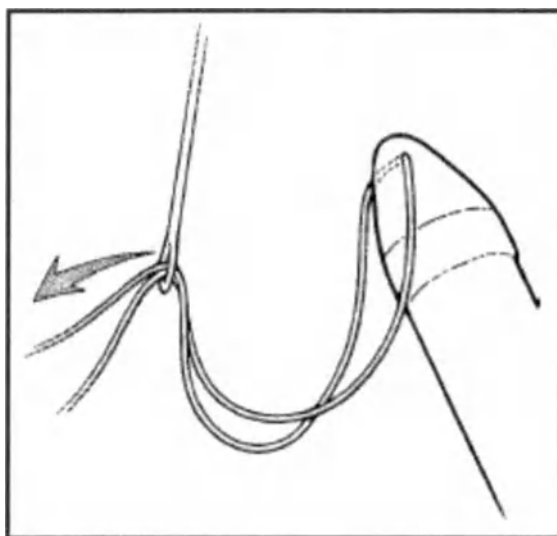

Рис. 25. Введение фиксирующего шва в иглу Кита
4. Извлечь obturator в положение «втянут» или «зафиксирован». Пропустить оба конца фиксирующего шва цилиндра (примерно 10 см) через ушко иглы Кита (рис. 25).